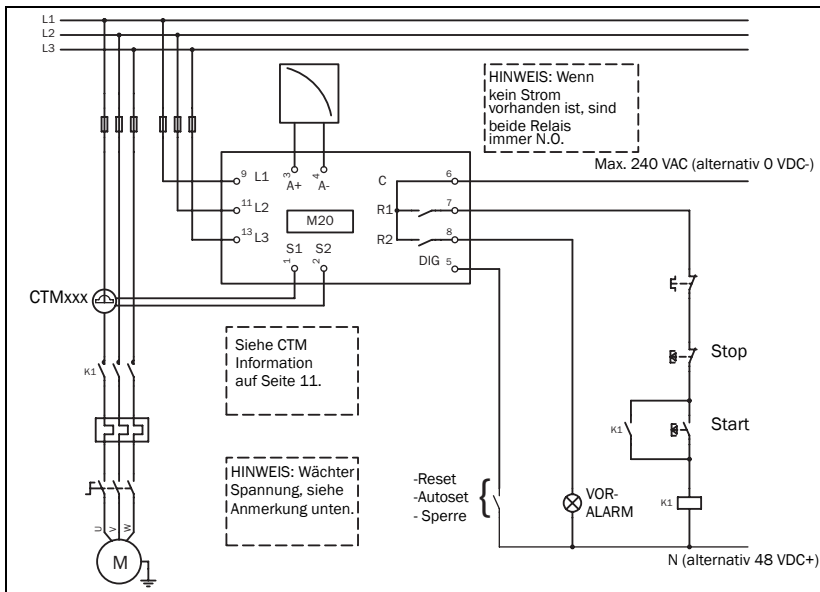
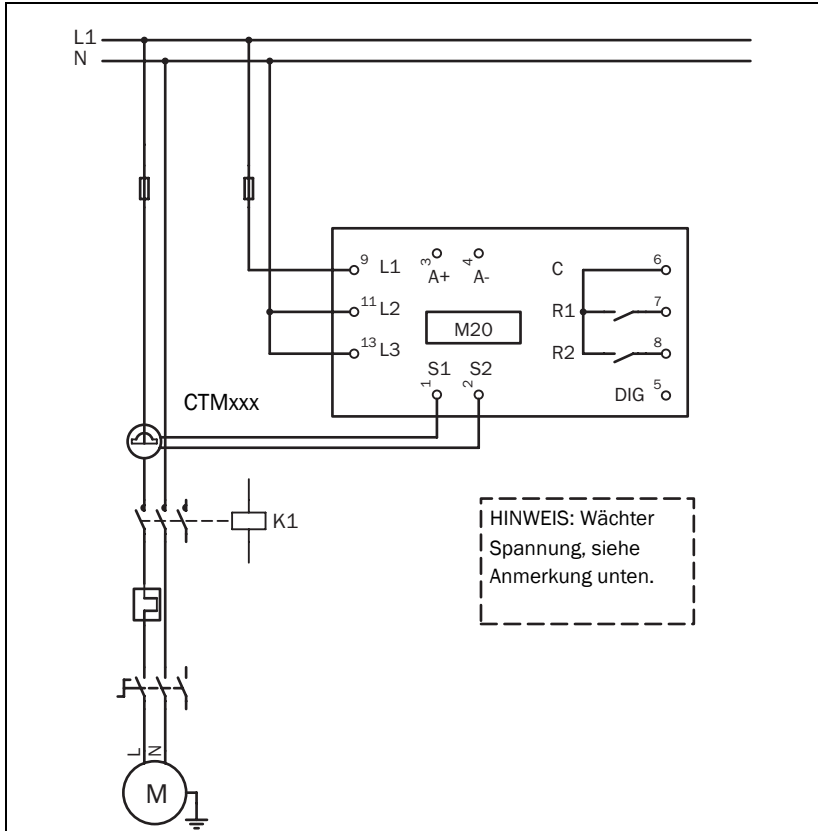

Abb. 1 Anschlussbeispiel
Abb. 2 Beispiel eines Einzelphasen-Anschlusses.
1. Den Emotron M20 entsprechend Kapitel 5 und Abb. 1 anschließen.
Der folgende Schaltplan zeigt ein Beispiel wie der M20 für die Steuerung der Start-/Stoppschaltung eines Dreiphasenmotors angeschlossen wird, Abb. 1. Anschlüsse an einen Einphasenmotor werden später in dieser Anleitung behandelt (Abb. 2) als auch die Programmierungsänderungen, die für solche Anwendungen notwendig sind. Die Voreinstellung für den M20 ist 3-phasig.
1. Der Stromtransformator CTMxxx muss in der gleichen Phase eingebaut werden, die an Klemme 9, Phase L1, angeschlossen ist, siehe Abb. 1. Missachtung dieser Anforderung führt zum Funktionsausfall des Wächters.
2. Bei Einphasen-Anschlüssen, siehe Abb. 2.
Hinweis: Der Stromtransformator (CTMxxx) muss in der gleichen Phase eingebaut werden, die an Klemme 9, Phase L1, angeschlossen ist, siehe Abb. 1.
HINWEIS: Falls START/STOPP gemäß Abb. 1 angeschlossen wird, ist eine Überbrückung der Klemmen 6 und 7 beim Programmieren zu empfehlen. Nach beendeter Programmierung ist diese Überbrückung wieder zu entfernen. In Abb. 1 sicherstellen, dass der Spannungsbereich, z.B. 3x380-500 VAC, der angeschlossenen Motor-/Leitungsspannung, z.B. 3x 400 V, entspricht.
Dieses Verkabelungsbeispiel zeigt die Anschlüsse, die für Einzelphasen-Anwendungen benötigt werden. Siehe Abb. 1 für die weitere Verkabelung.
HINWEIS: In Abb. 2 sicherstellen, dass der Spannungsbereich, z.B. 1x100-240 VAC, der angeschlossenen Motor-/„Netz - neutral“ Spannung, z.B. 1x 230 V, entspricht.
Der digitale Eingang verwendet Klemme 5 (DIG) und 6 (C - Referenz). Entweder kann ein VAC oder ein VDC-Signal verwendet werden. „+“ an Klemme 5 (DIG) und „-“ an Klemme 6 für das VDC-Signal anschließen. Bitte die Polarität beachten, wenn Gleichspannung verwendet wird. Siehe Abb. 1 und Klemme 6: Max. 240 VAC (oder 0 VDC-) und an Klemme 5: N (oder 48 VDC+). Siehe Kapitel 9, Zusatzfunktionen.